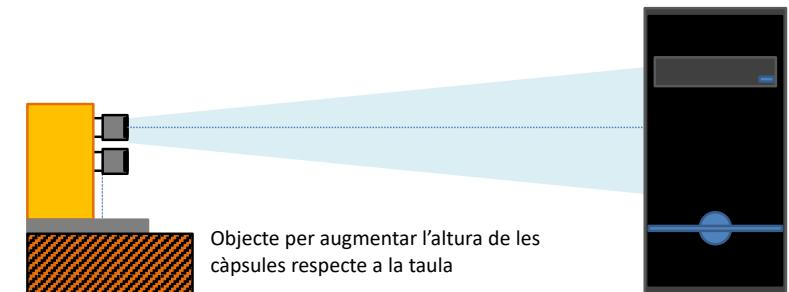

Figura 7. Per evitar problemes amb reflexions a la taula s'ha de muntar el bloc de les càpsules sobre un objecte.
**ACCIÓ:** Munta el suport de les càpsules sobre un objecte, veure Figura 7, amb la finalitat d'elevar-lo respecte a la taula i que l'efecte de la part de l'ona reflectida per la mateixa taula sigui mínim. Apunteu les càpsules al lateral de la caixa del PC, que utilitzareu com a obstacle, de forma que la línia de visió de les càpsules sigui el més perpendicular possible respecte al lateral de la caixa i que la distància entre la cara de les càpsules i l'obstacle sigui de 25 cm.